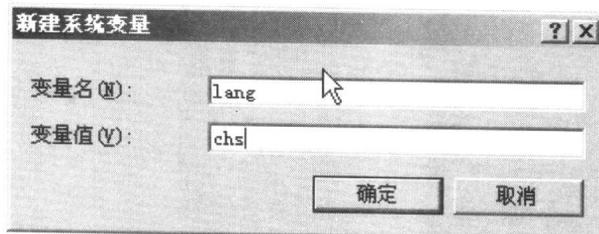

图 1-3 【新建系统变量】对话框
(3) 在【环境变量】对话框中的【系统变量】分组框中单击 **新建 (N)...** 按钮, 打开如图 1-3 所示的【新建系统变量】对话框, 然后添加如图 1-3 所示内容。这一步骤很关键, 只有正确地设置好了环境变量“lang”的值为“chs”, 才能保证安装后的程序界面为简体中文版。